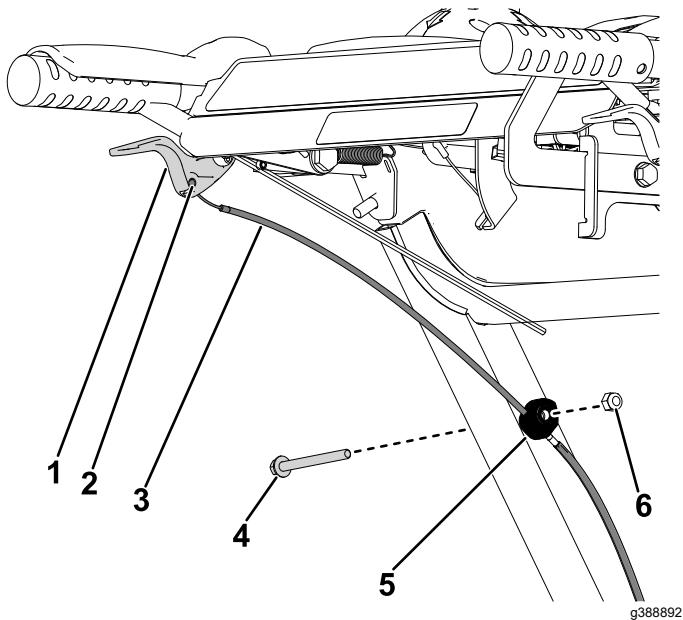

Рисунок 25
7. С левой стороны машины прицепите трос муфты к рычагу муфты (Рисунок 25). Повторите эти действия на правой стороне.
8. С левой стороны машины установите хомут троса на нижнюю трубку рукоятки, закрепите болтом ($\frac{1}{4}$ x $2\frac{3}{4}$ дюйма) и гайкой ($\frac{1}{4}$ дюйма) (Рисунок 25). Повторите эти действия на правой стороне.